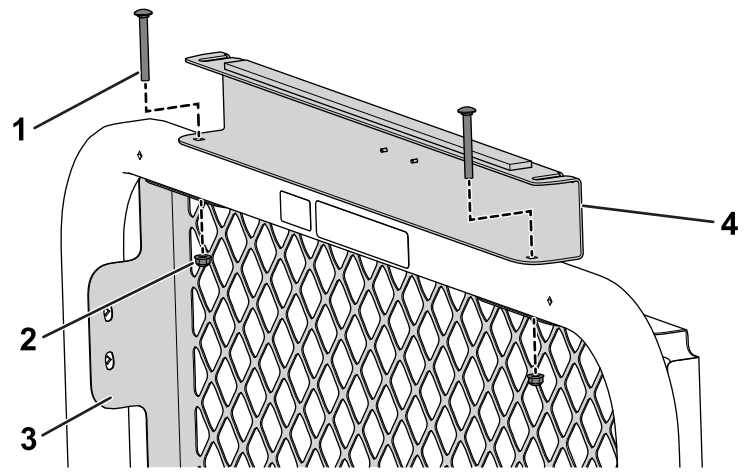

Figura 33
5. Utilize 2 parafusos de carroçaria (5/16 x 2¾ pol.) e 2 porcas flangeadas (5/16 pol.) para prender o suporte traseiro do toldo e o filtro traseiro à barra de segurança (Figura 33).